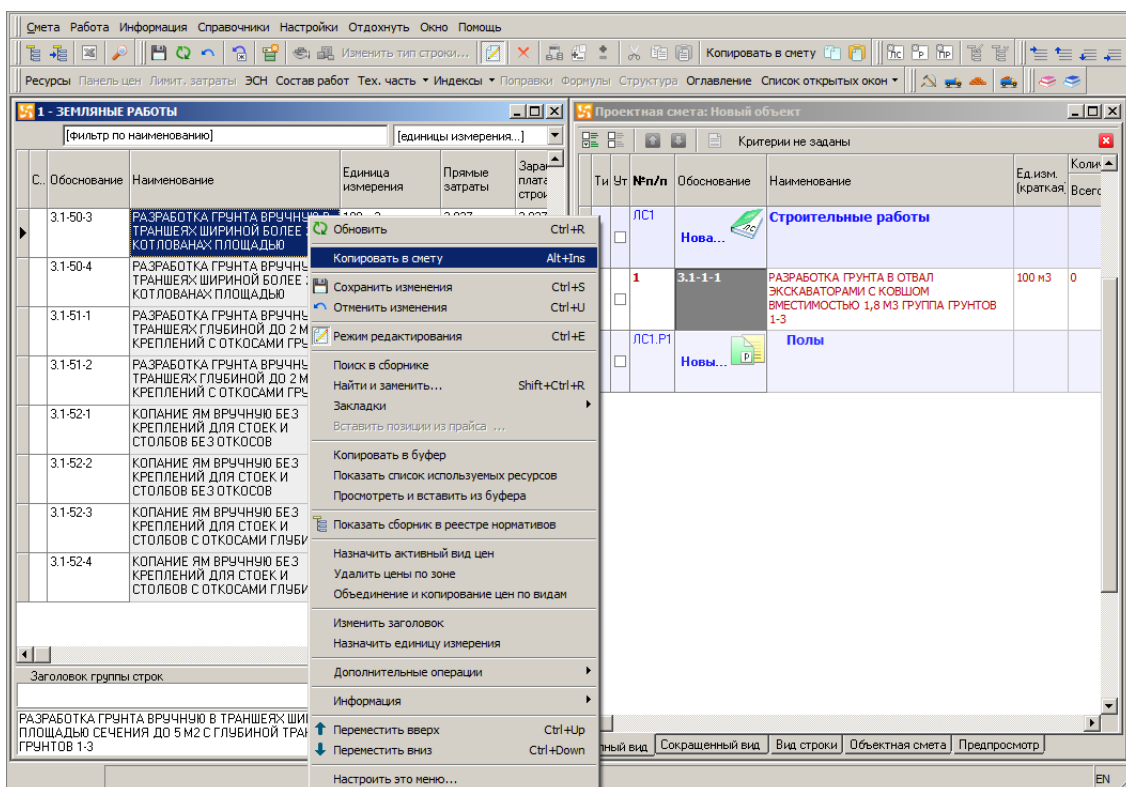

Рис. 2. Перенос расценок из сборника через Контекстное меню
5. Следующую расценку скопируем через контекстное меню. Щелкните правой кнопкой мыши по найденной расценке и выберите пункт **Копировать в смету** (см. рис. 2).